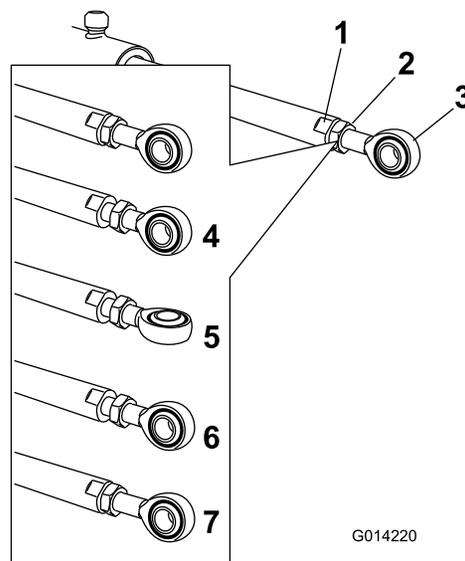

図 59
ゆるめて、アイレットロッドを調整できるようにする 図 59。
- アイレットロッドを回転させてアクチュエータを希望の長さに調整する 図 59。